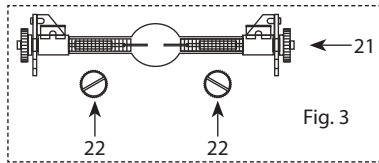

Fig. 3
3. Non toccare la lampadina a mani nude, se ciò accade, pulire la lampada con alcool denaturato ed asciugare con un panno che non lasci pelucchi. Afferrare la nuova lampada alle due estremità (non al vetro) e inserirla nel portalampada (vedi fig. 3). Avvitare bene le due viti zigrinate.